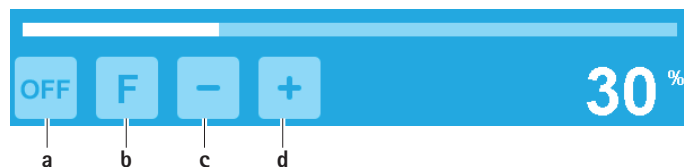

Fig. 7 Attivazione della funzione pompa del liquido di raffreddamento e irrigazione /"Flush"
- Attivare la pompa del liquido di raffreddamento e irrigazione: Premere il tasto di accensione della pompa **a**, vedere Fig. 7.
- Disattivare la pompa del liquido di raffreddamento e irrigazione: Premere il tasto di spegnimento della pompa **a**, vedere Fig. 7.